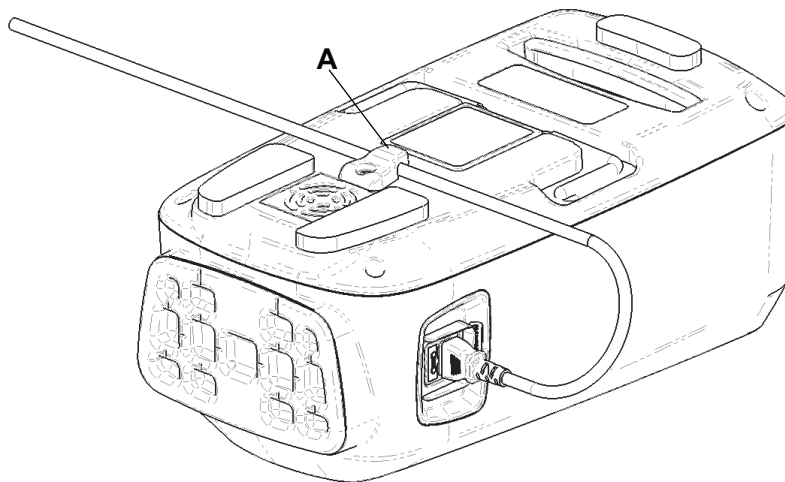

Figura 5 – Fermo flessibile del cavo
3. Inserire il cavo di alimentazione nell'apposito fermo flessibile (A) (Figura 5).